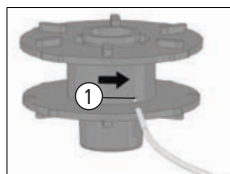

Fig. 12
Encaixe o fio no furo do carretel (1) conforme figura [Fig. 12].